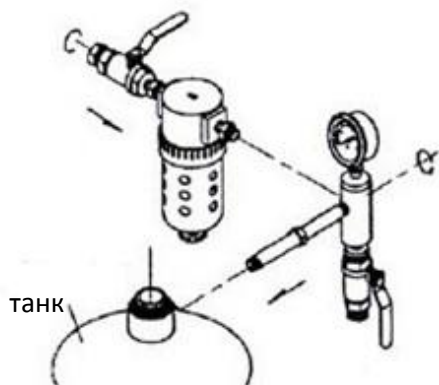

Рисунок 3
3. Поместите бак (1) на стол так, чтобы четыре зажима были обращены вверх. См. рисунок 3. Вверните воздухоотводчик (17) и его детали в отверстие, расположенное сбоку от впускной трубы. Затем прикрутите свободный конец соединительной трубки (13) к впускному патрубку (14) и манометру (15), установленному в резьбовом отверстии сбоку заливной трубы в верхней части бака. Убедитесь, что впускной шланг и манометр расположены вертикально.